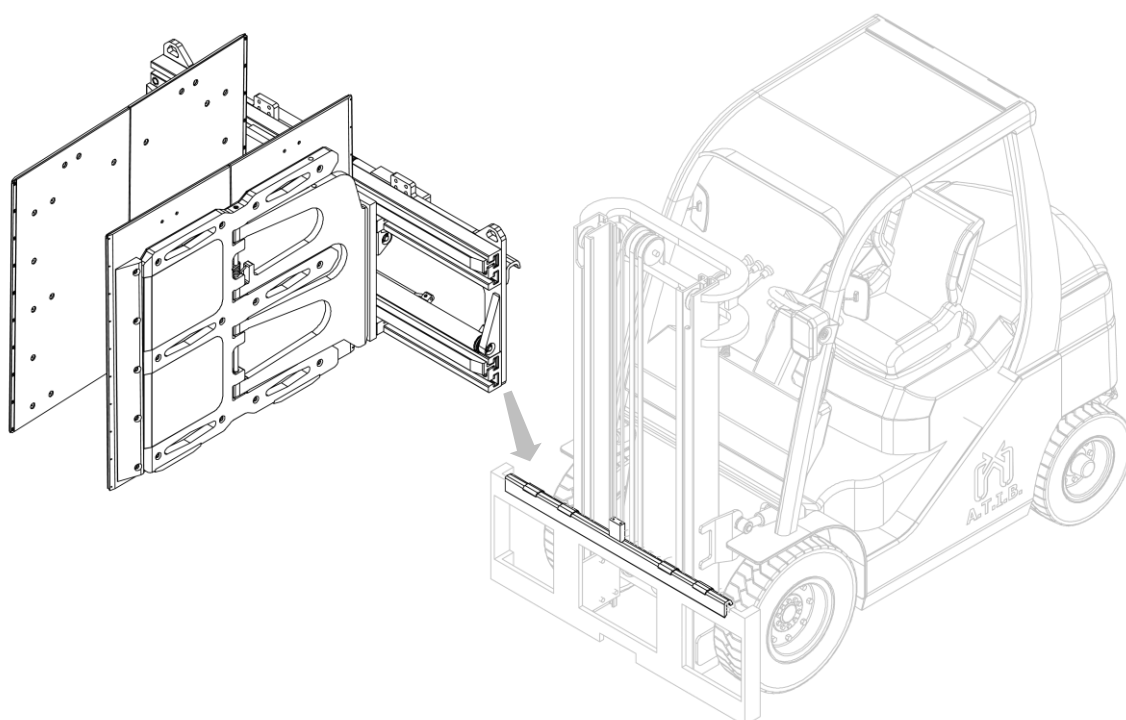

Figura 7
7. Agganciare quindi l'attrezzatura con un carroponete o un paranco di portata sufficiente e posizionarla sul doppio gancio, avendo cura di posizionarla in modo corretto (vedi *Figura 7*).